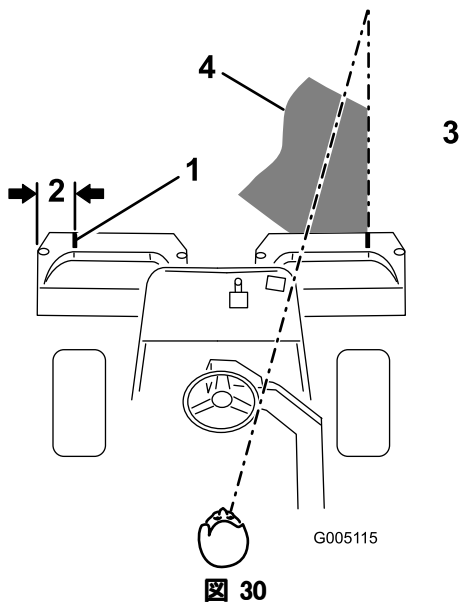
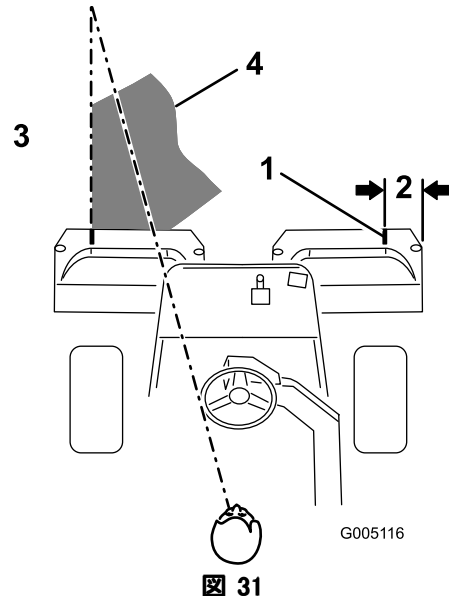

図 30
図 31
2. その位置に白色テープか白ペンキで集草箱の縁と平行に目印を入れる（図 30）。
- 行きと帰りでのオーバーラップができるだけ小さくなるように運転します。グリーン内をぶれずにきれいに直進し、刈り込みの済んだ列との距離を一定に保って走るためには、車体前方 1.8 から 3 m のところに視線を置いて、刈り込み済みの済んでいる列にラインを合わせるようにするのがコツです (図 30 および図 31)。ハンドルを目印にして距離を合わせても良いでしょう。その場合、ハンドルの縁と本機前方の目標ラインとを重ねて見ながら運転します (図 30 と図 31)。